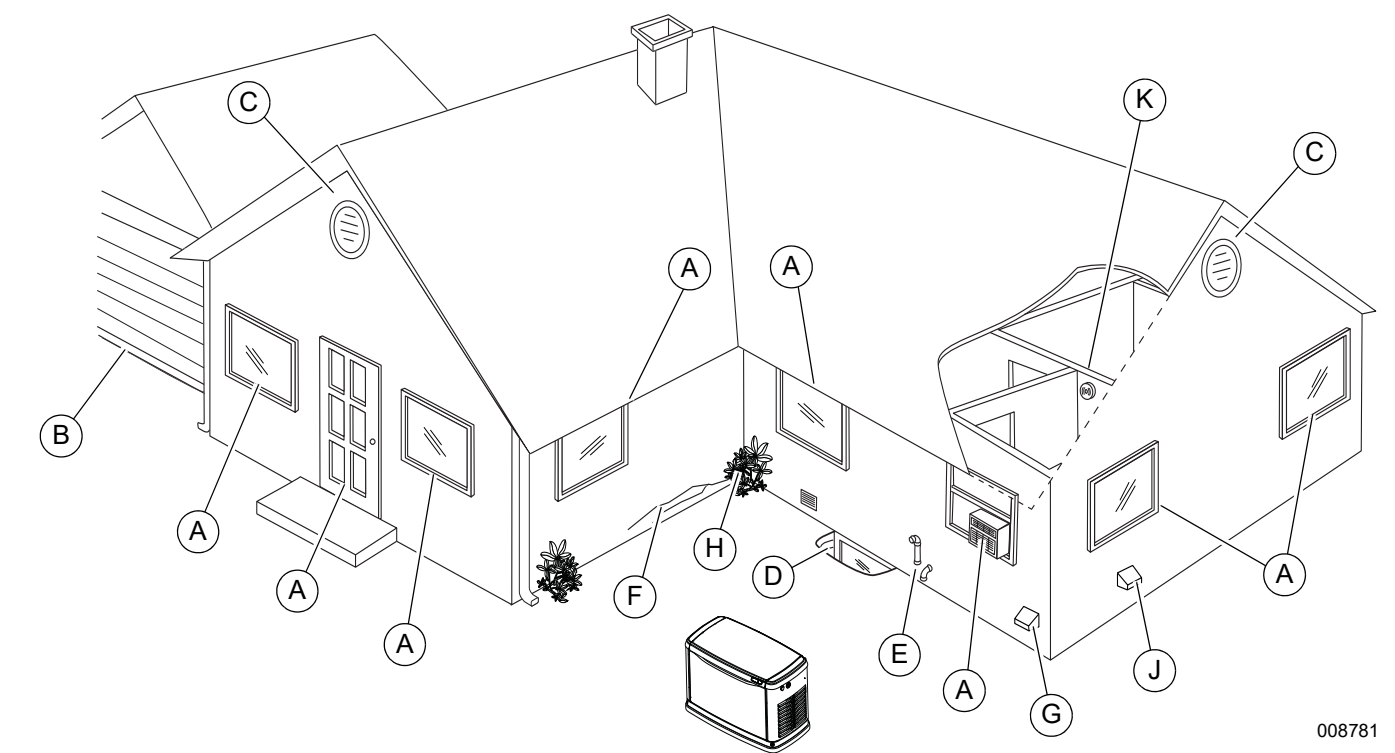

Figura 3-1. Monóxido de carbono—Posibles puntos de entrada
Consulte la Figura 3-1. Los detectores de CO (K) se deben instalar y utilizar para controlar el CO y alertar a las personas de la presencia de CO. Los detectores de CO se deben instalar y probar de acuerdo con las instrucciones y advertencias del fabricante del detector de CO. Contacte con el departamento de inspección de edificios local para conocer los requisitos aplicables correspondientes a los detectores de CO. Consulte la NFPA 72, Código nacional de alarmas de incendios, y la sección R315 del Código internacional de construcción residencial ICC si desea obtener más información.
Consulte la Figura 3-1. Los gases de escape del generador pueden entrar en una estructura a través de aperturas grandes, como por ejemplo ventanas y puertas. No obstante, los gases de escape y el CO también pueden filtrarse en la estructura a través de aperturas más pequeñas y menos visibles.